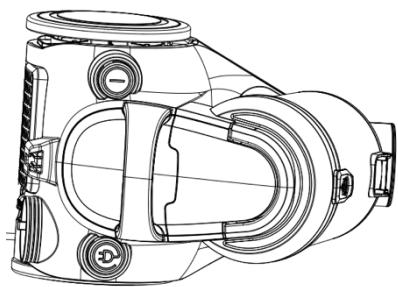

Fig.6
- 1.Comme sur la Fig.6, tenez le bac à poussière et la poignée et appuyez sur le bouton de déverrouillage.